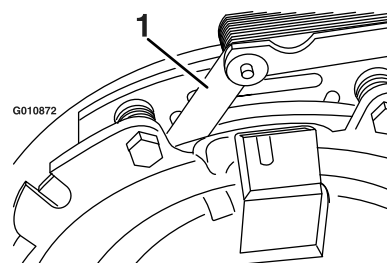

**Figure 69**
- B. A l'aide d'une pince à becs longs ou avec les doigts, saisissez la languette et déposez la cale (Figure 69).
Enlevez l'herbe, les saletés et autres débris éventuellement accumulés sur la grille du moteur. Cela permet d'assurer un refroidissement et un régime moteur corrects, et réduit les risques de surchauffe et de dommages mécaniques du moteur (Figure 69).